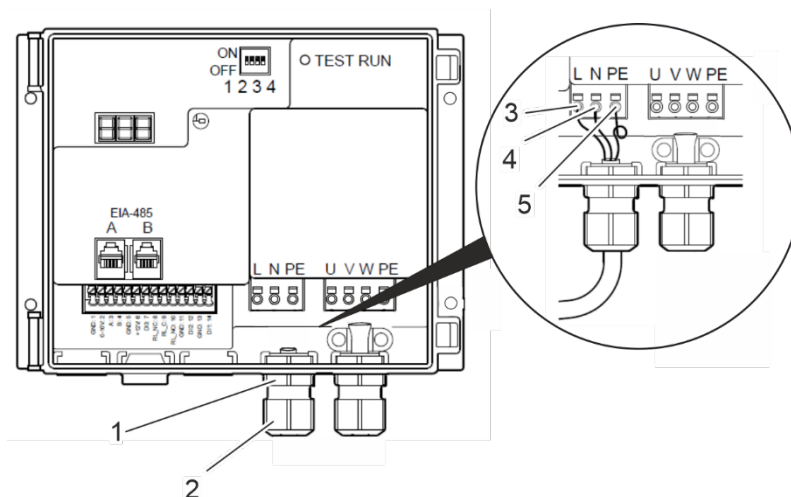

Abbildung 96: Terminals Stromversorgung
2. Lösen Sie die Mutter (Abbildung 96/2) der Kabeldurchführung (Abbildung 96/1).
3. Schieben Sie die Mutter (Abbildung 96/2) der Kabeldurchführung (Abbildung 96/1) über das Stromkabel.
4. Führen Sie das Netzkabel durch die Kabeldurchführung (Abbildung 96/1) in den Rotorreinigerantrieb ein.
5. Schließen Sie das Phasenkabel an Terminal L (Abbildung 96/3) an.
6. Schließen Sie den Nullleiter an Terminal N (Abbildung 96/4) an.
7. Schließen Sie den Schutzleiter an Terminal PE (Abbildung 96/5) an.
8. Sichern Sie das Netzkabel in der Kabeldurchführung (Abbildung 96/1), indem Sie die Mutter (Abbildung 96/2) anziehen.